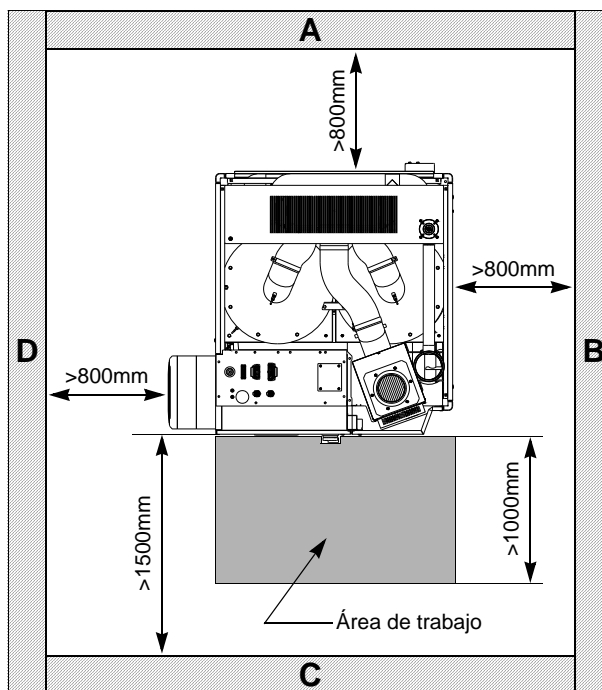

Fig. 5
2. Respetar las distancias mínimas ilustradas en la **Fig. 5 - Pág. 16**. Si no se respetan estas distancias, las operaciones de instalación o el acceso a la máquina para efectuar las intervenciones de mantenimiento se pueden ver dificultados.